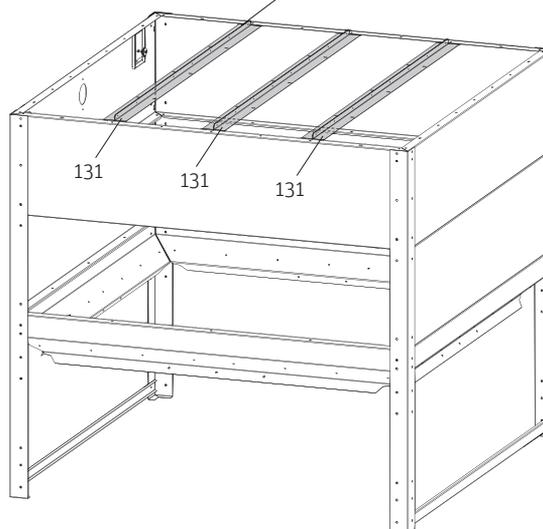

Fig. 10 Montaggio dei supporti del cielo
Applicare 3 supporti (131) **all'interno** nel bordo ripiegato delle pareti laterali e fissarli ciascuno con 2 viti dall'esterno verso l'interno alle pareti laterali – Fig. 10.